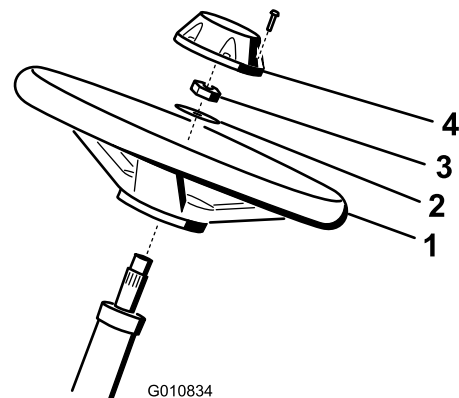

Figura 6
- Deslice el volante sobre la columna de dirección (Figura 6).
2. Deslice la arandela sobre la columna de dirección (Figura 6).
3. Sujete el volante a la columna con una contratuerca y apriétela a entre 27 y 35 N·m (Figura 6).
4. Sujete el embellecedor al volante con 6 pernos (Figura 6).